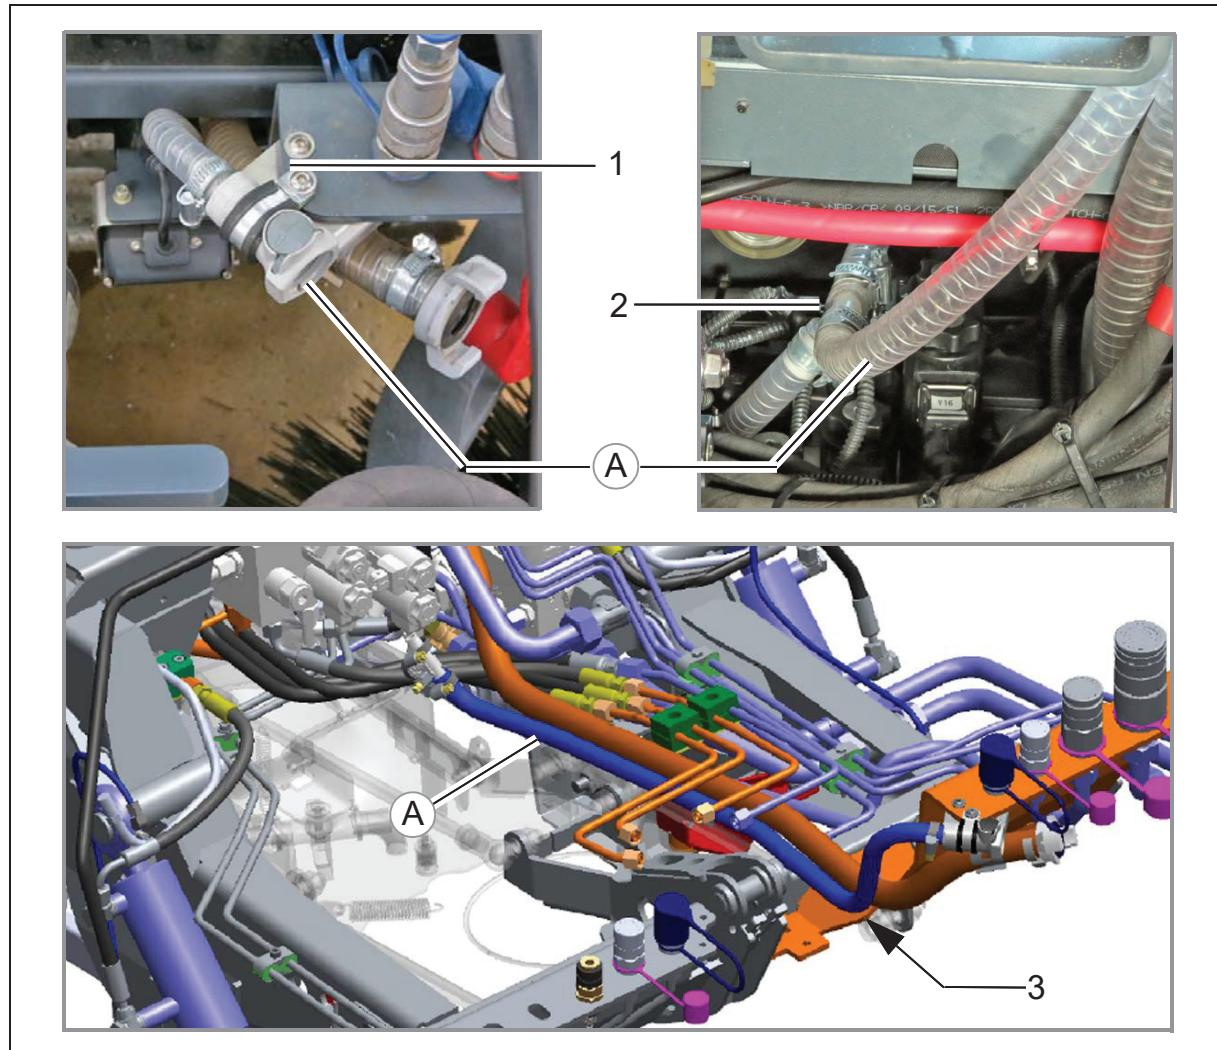

Abb.4
1. Den Frischwasserschlauch (Abb. 4/A) der Wasserversorgung zwischen Schlauchbefestigung (Abb. 4/1) und T-Verbindungsstück (Abb. 4/2) verlegen.
Bei Saugmundkamera (Option) muss der Frischwasserschlauch oberhalb des Halters (Abb. 4/3) der Saugmundkamera verlegt werden.